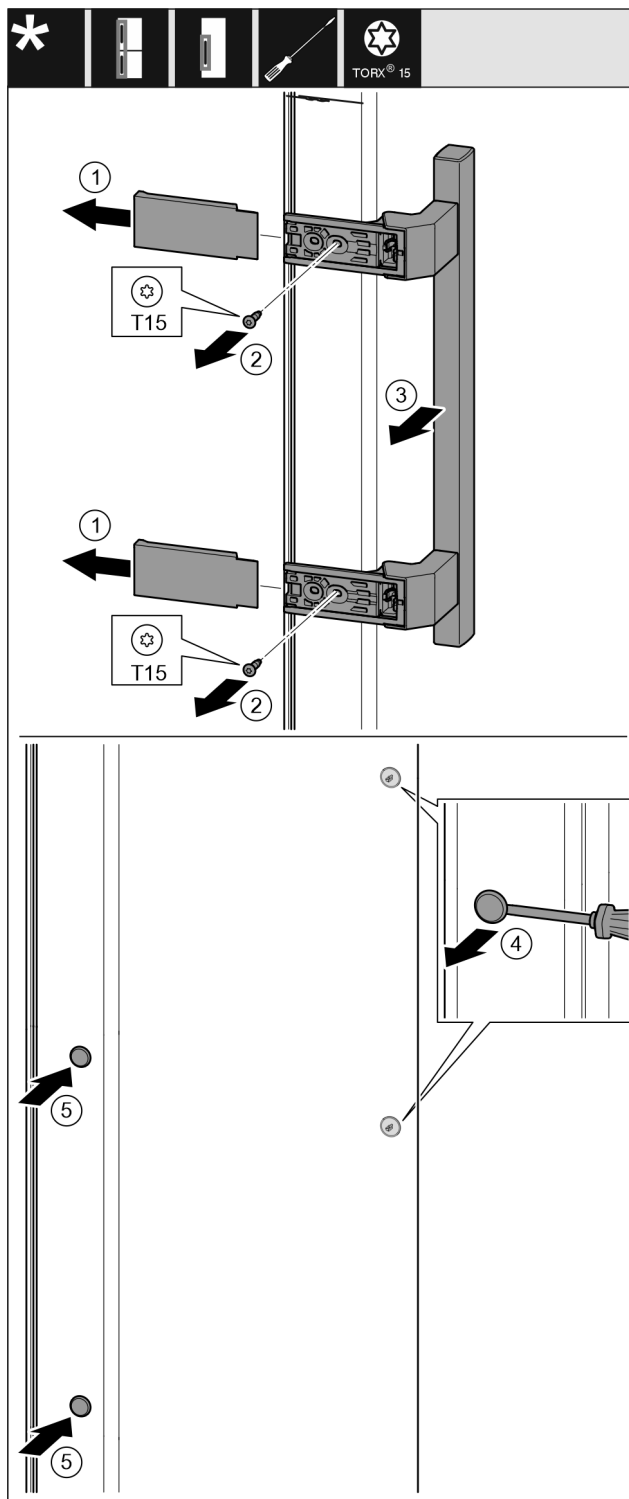

Fig. 11
- ▶ Trek de afdekking eraf. Fig. 11 (1)
- ▶ Draai de schroeven los met een Torx 15-schroevendraaier. Fig. 11 (2)
- ▶ Verwijder de handgreep. Fig. 11 (3)
- ▶ Til de zijplug voorzichtig op met een platte schroevendraaier en trek hem eruit. Fig. 11 (4)
- ▶ Plaats de stekker terug aan de andere kant. Fig. 11 (5)